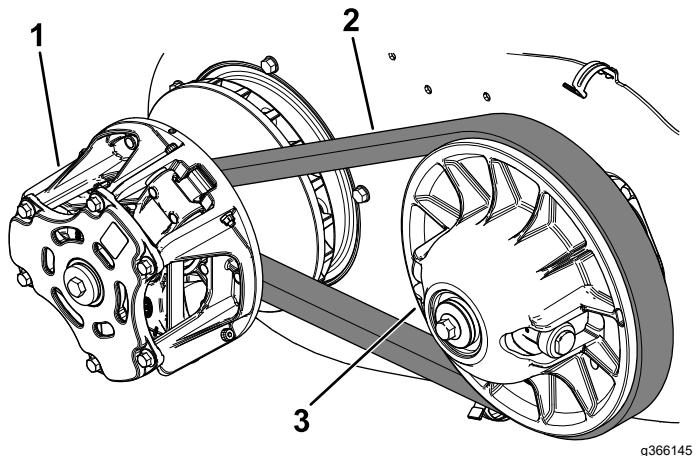

Figure 87
6. Faites tourner la courroie (Figure 87) et vérifiez qu'elle n'est pas excessivement usée ou endommagée.
7. Nettoyez soigneusement les embrayages à l'air comprimé (Figure 87).
6. Tirez sur le haut de la courroie pour écarter l'embrayage secondaire, puis faites tourner et acheminez la courroie par-dessus l'embrayage secondaire (Figure 87).
7. Enlevez la courroie de l'embrayage primaire (Figure 87).
8. Alignez la courroie neuve sur l'embrayage principal (Figure 87).
9. Faites tourner la courroie et faites-la passer sur l'embrayage secondaire (Figure 87).